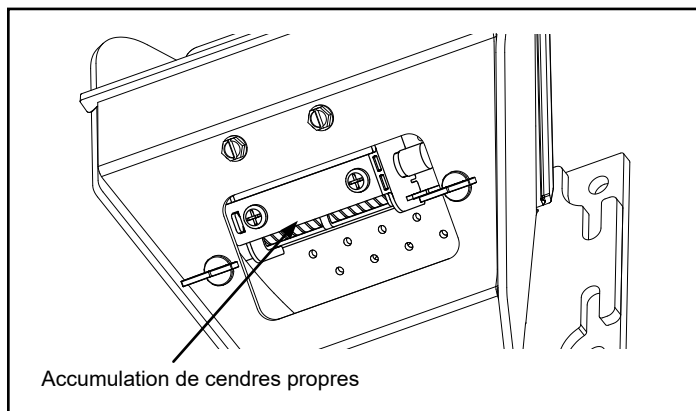

Figure 2.6
- Utilisez la clé Allen fournie pour retirer toute accumulation qui pourrait s'être accumulée dans les trous de la grille du pot de combustion. Poussez simplement la clé hexagonale vers le bas à travers chaque trou en vous assurant qu'elle est exempte de toute accumulation en faisant attention à ne pas endommager l'élément d'allumage au cours du processus, Figure 2.6.
Vérifiez la propreté de l'allumeur et du pot de combustion intérieur. Si l'allumeur présente une accumulation de cendres, il doit être retiré pour assurer un allumage correct. Utilisez la brosse fournie pour éliminer l'accumulation de cendres à l'intérieur et autour de l'allumeur. Une fois la cendre lâche, passez l'aspirateur autour de l'allumeur et à la base du pot de combustion, Figure 2.6.